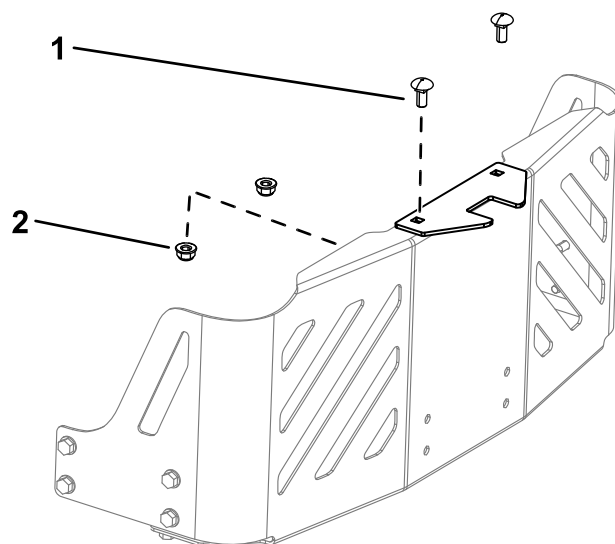

Figure 10
1. Fixez le support de stabilisation à la protection du moteur au moyen de 2 boulons de carrosserie (5/16" x 3/4") et 2 contre-écrous (5/16") (Figure 10).